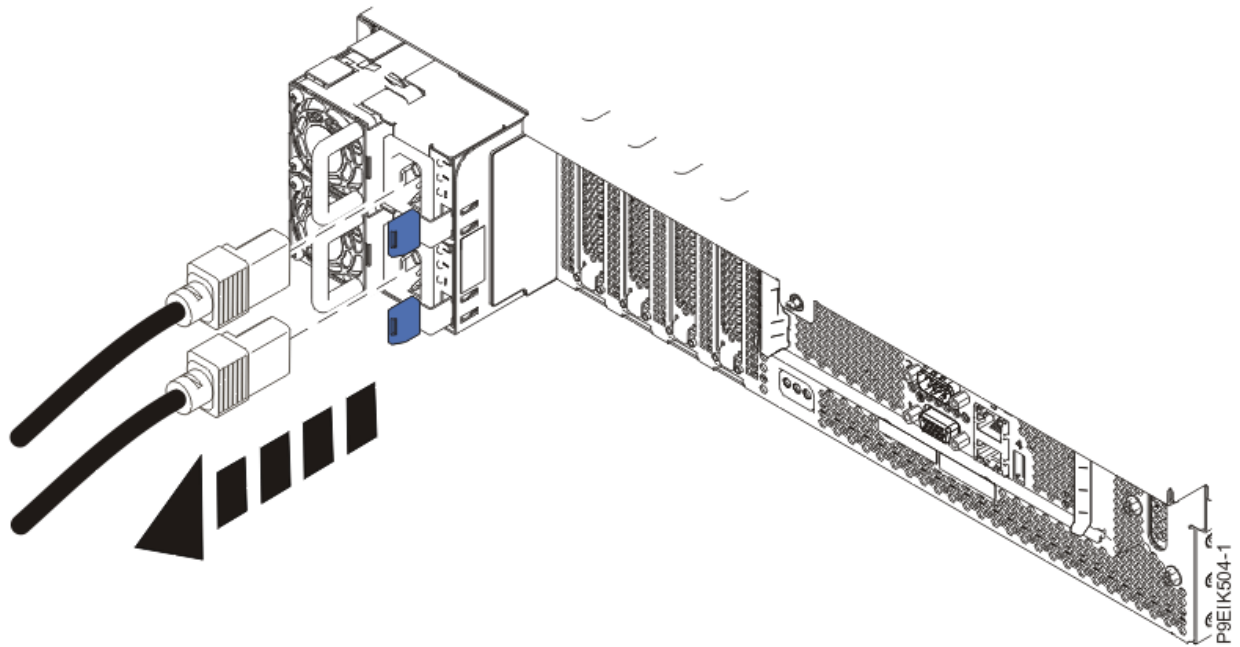

Figure 49. Retrait des cordons d'alimentation du système
4. Déconnectez les cordons d'alimentation de l'unité centrale comme illustré à la Figure 49, à la page 93.